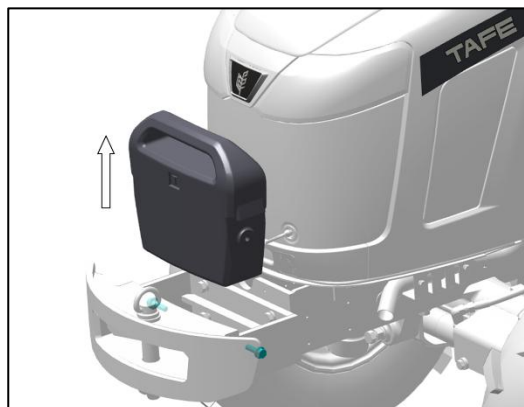

Abb. 114 – ENTFERNEN DER VORDEREN GEWICHTE
- Entfernen Sie das vordere Gewicht, siehe Abb. 114.